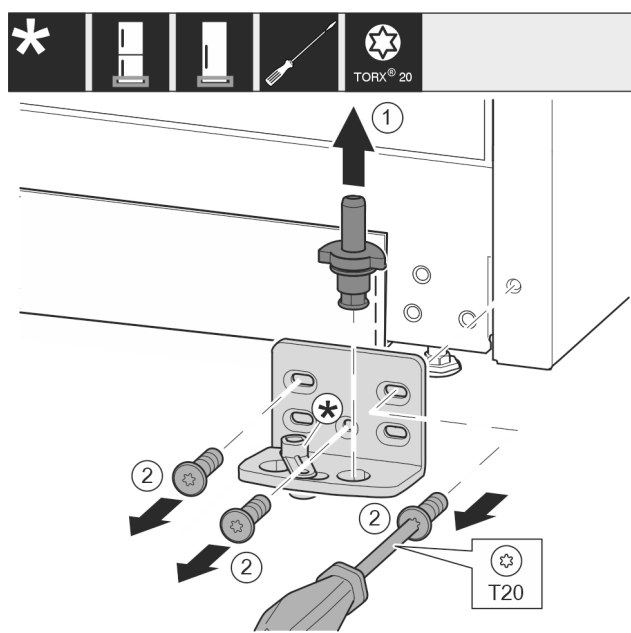

Fig. 14
- ▶ 将轴承螺栓 Fig. 14 (1) 完全向上拉出。
- ▶ 将螺钉 Fig. 14 (2) 用螺丝刀旋开并取下托架。